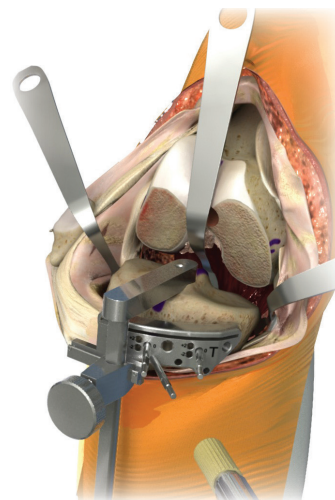

Figura 11a
7. Fije el Bloque de Corte Universal a la tibia, insertando primero los pines a través de los agujeros centrales y después a través del agujero medial (Figura 11a).